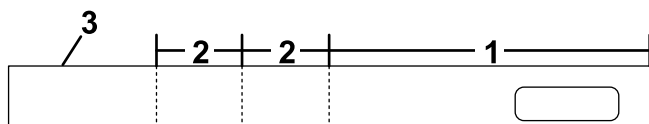

Bild 10
1. Kürzen Sie die Lamelle, wie in Bild 10 dargestellt.